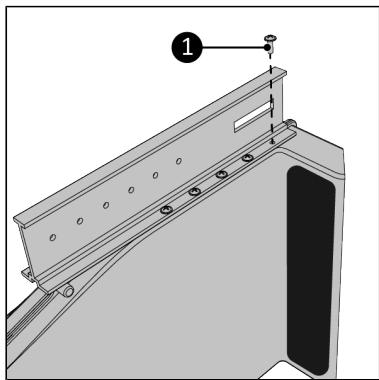

Figure 174.
6. Vissez le rail principal sur le Way-out au moyen des dix vis de 3,5 x 10 mm (Figure 174, pos. 1). Assurez-vous que tous les trous de vis correspondent.